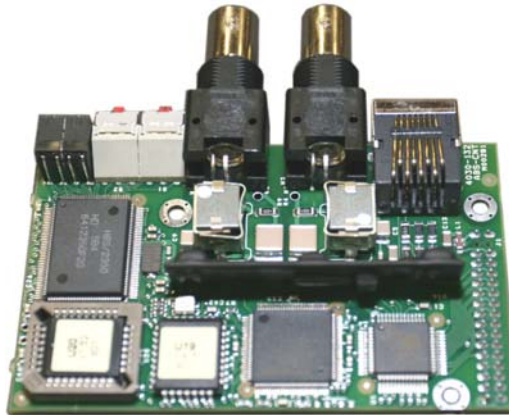
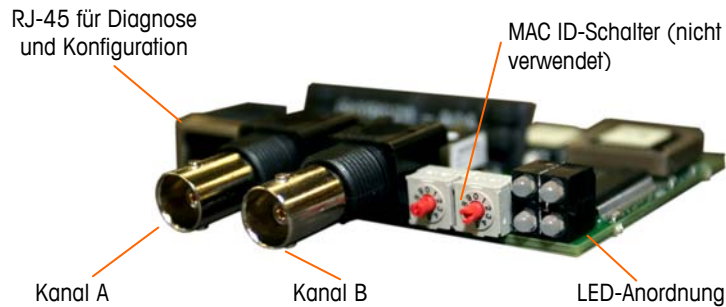
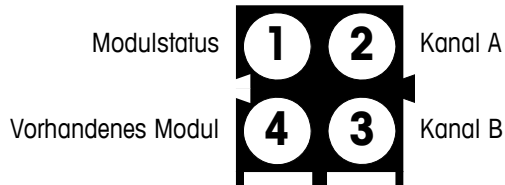

Abbildung 2-68: ControlNet PLC-Modul
Abbildung 2-69: ControlNet PLC-Modulanschlüsse und Komponenten
Abbildung 2-70: ControlNet-Statusanzeigen-LEDs
Das ControlNet PLC-Modul (Abbildung 2-68, Abbildung 2-69) wird über ein oder zwei Koaxialkabel mit dem ControlNet-Netzwerk verbunden (Abbildung 2-70). Kanal B ist mit Kanal A redundant und wird erst dann verwendet, wenn ControlNet kein Signal auf Kanal A erkennt. Beachten Sie, dass die Adresse des Moduls in der
Software festgelegt ist und dass die MAC ID-Schalter, die in Abbildung 2-69 dargestellt sind, nicht verwendet werden.
- Es darf **kein** Ethernet-Kabel in den RJ-45-Steckanschluss eingesteckt werden (siehe Abbildung 2-69 links). Das IND780 kann ansonsten beschädigt werden.
Abbildung 2-70 zeigt die Anordnung der Statusanzeige-LEDs auf der ControlNet-Karte (siehe auch Abbildung 2-69). Tabelle 2-6 erläutert die Bedeutung der Anzeigen.